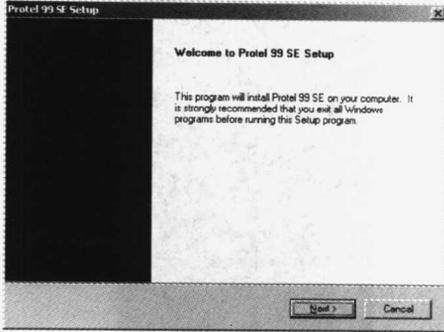

图 1-1 安装软件的欢迎信息
2) 放入 Protel 99 SE 系统光盘后，系统将激活自动执行文件，屏幕出现图 1-1 所示的欢迎信息。如果光驱没有自动执行的功能，可以在 Windows 环境中打开光盘，运行光盘中的“setup.exe”文件进行安装。